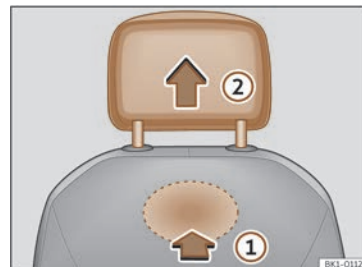

Fig. 110 Reposacaps davanter: desmuntatge.
- Per desbloquejar-lo, busqueu el rebaix situat a la part posterior del respall per la zona marcada i premeu en el sentit de la fletxa»» fig. 110 ①.
- Traieu el reposacaps en el sentit de la fletxa ②.